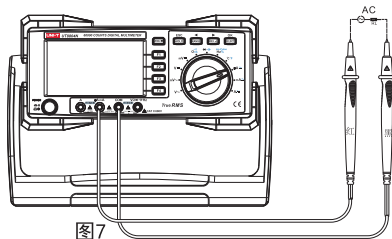

图7
- (1) 将红表笔插入" μA mA"或"A"插孔, 黑表笔插入"COM"插孔。
- (2) 将仪表的旋转开关转到 $\mu\text{A} \approx$ 或 $\text{mA} \approx$ 或 $\text{A} \approx$, 按SEECT键选择所需测量的交流, 如图7, 将仪表表笔串联待测回路中。